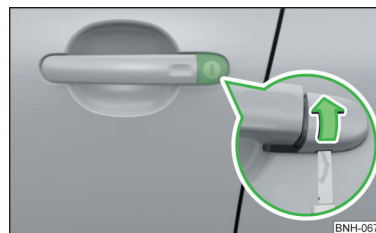

Fig. 177
- Introduceți cheia în fanta din partea de jos a capacului » fig. 177 și rabatați capacul în sensul săgeții.